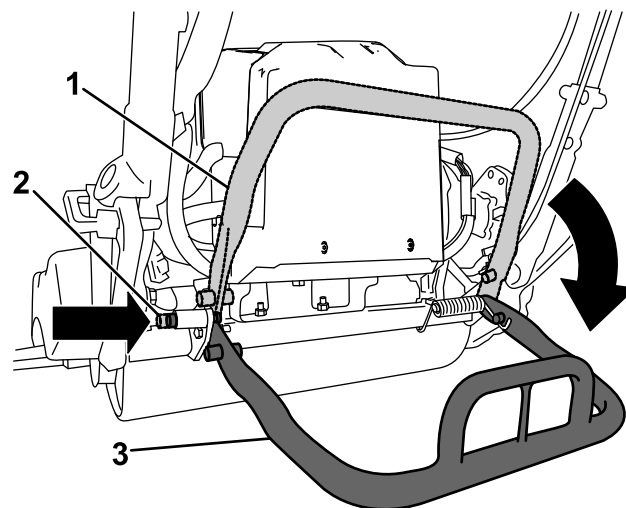

Figura 23
- Para impedir a máquina de inclinar para trás quando remover o cilindro, baixe o apoio e empurre o pino de bloqueio para bloquear na posição de ASSISTÊNCIA (Figura 23).